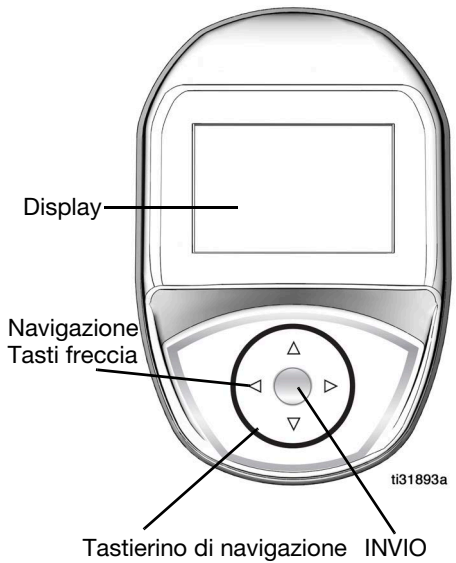

FIG. 1
Il tastierino di navigazione (FIG. 1) comprende quattro (4) tasti freccia (SU, GIÙ, SINISTRA, DESTRA) e un pulsante (INVIO) centrale.